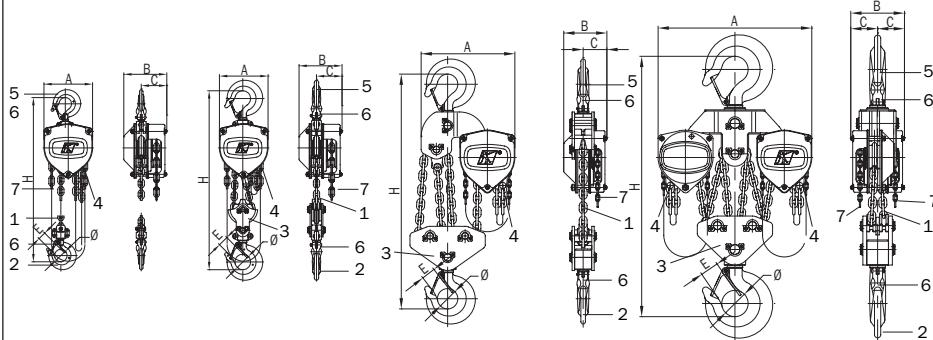
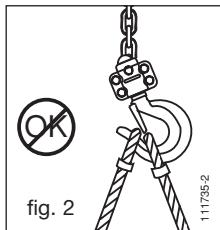

fig. 1
fig. 2
A talha Tralift™ é fornecida equipada com uma corrente de elevação (item 1, fig. 1) e uma corrente de manobra (item 7, fig. 1) compatíveis para uma altura standard de elevação de 3 m.
A corrente de elevação é constituída por um ou vários troços (ver §2 especificações técnicas) tendo na extremidade do lado da carga um gancho de elevação (item 2, fig. 1) e, na outra extremidade (lado do troço frouxo), a corrente de elevação está fixada a um batente de fim de curso inferior (item 4, fig. 1) ele próprio fixado ao aparelho.
3. Verificar o bom estado dos ganchos (item 2, fig. 1) e dos linguetes de segurança (item 6, fig. 1).
4. Verificar se a extremidade da corrente de elevação do lado troço frouxo está fixada no batente de fim de curso inferior do aparelho (item 4, fig. 1).
1. Verificar se a talha Tralift™ está correctamente suspensa no gancho de suspensão (item 5, fig. 1) e se o linguete de segurança do gancho (item 6, fig. 1) está bem fechado (ver fig. 2 e 3).
1. Se o acessório de fixação da carga assenta no fundo do gancho e não impede o fecho do linguete de segurança (ver fig. 2 e 3).